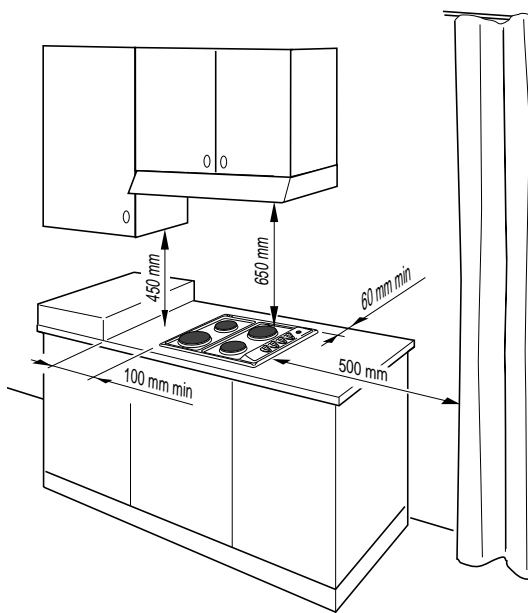

Fig. 4.2
- ✓ s'il y a un élément mural (ou une hotte) au-dessus de la table de cuisson, veiller à ce que la distance entre cet élément (ou cette hotte) et la table de cuisson soit d'au moins 650 mm (voir également fig. 4.2);